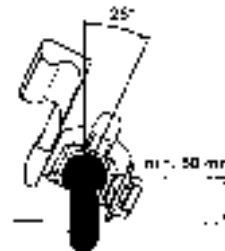

Fig 3
Que la cote de l'axe de la boule jusqu'au-dessus du bras fait au minimum 60 mm (fig.3)
- Que la cote de l'axe de la boule jusqu'au-dessus du bras fait au minimum 60 mm (fig.3)